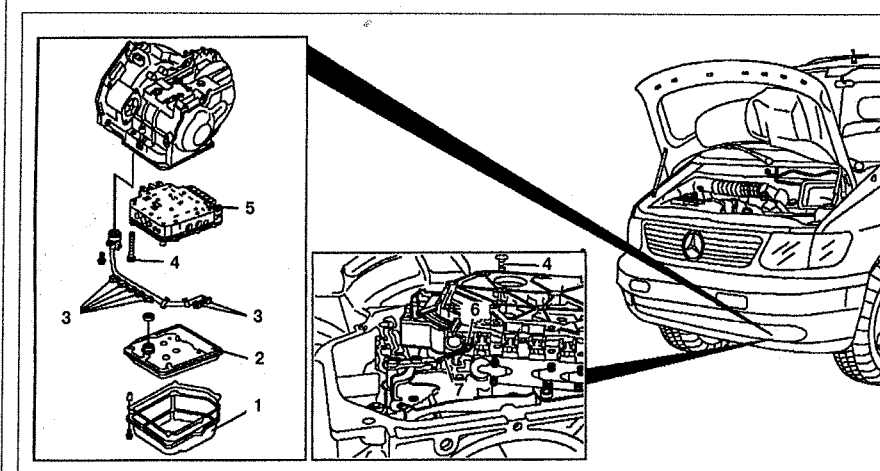

Рис. 6.60. Электрогидравлический блок управления (автомобили с двигателем 104.900):
1. Снимите поддон 1 (см.рис.6.60).